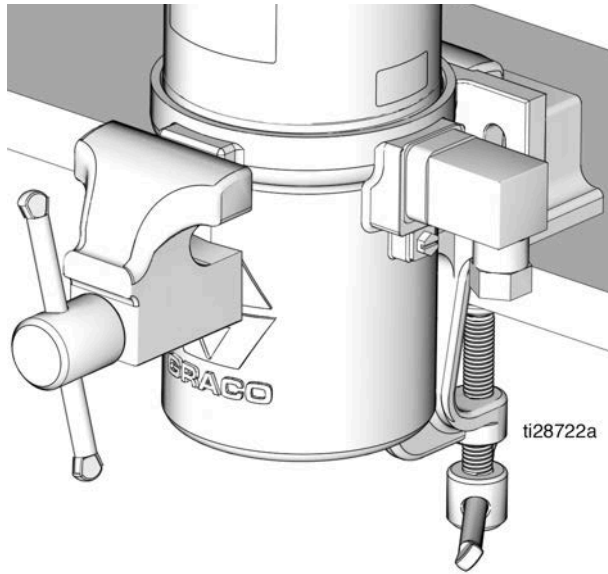

图 13
8. 在老虎钳中夹紧气动马达气缸 (3)，如图 13 所示。使用软夹老虎钳或将布放入老虎钳卡爪中，保护泵底座的表面。